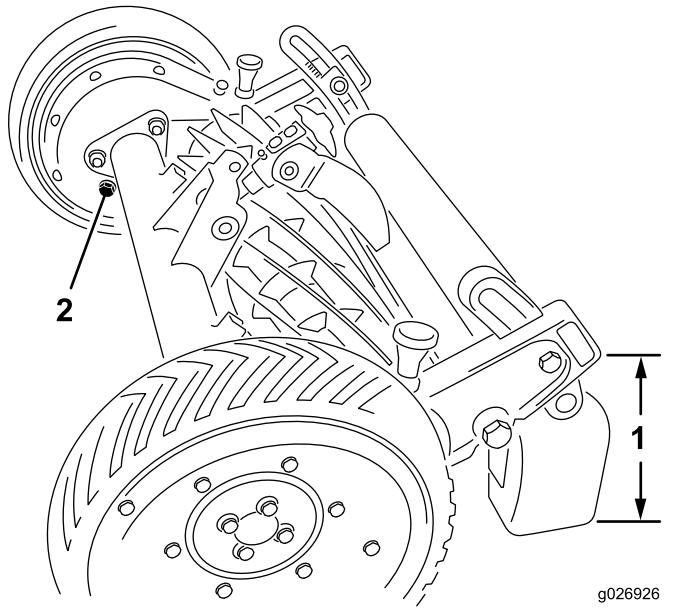

Figura 12
2. Sollevate e bloccate la parte posteriore dell'apparato di taglio finché la distanza tra il fondo della scatola degli ingranaggi che si prolunga oltre la staffa del rullo e la superficie piana è di circa 26 cm (Figura 12).
3. Togliete il tappo di riempimento dall'interno di ciascuna scatola degli ingranaggi (Figura 12). Controllate il livello dell'olio nella scatola degli ingranaggi; dovrebbe arrivare alla parte inferiore del foro di riempimento. Se l'olio arriva al bordo inferiore del foro, montate il tappo di riempimento.